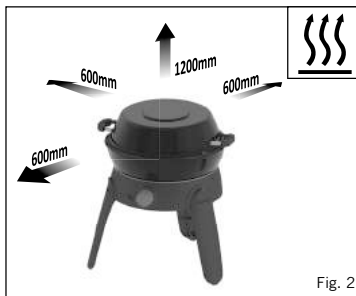

Fig. 2
- Dette apparat skal holdes væk fra brændbare materialer under brug. Minimum sikkerhedsafstande er: Over enheden 1,2 m. Bagved og ved siden 600 mm. (Se fig. 2)